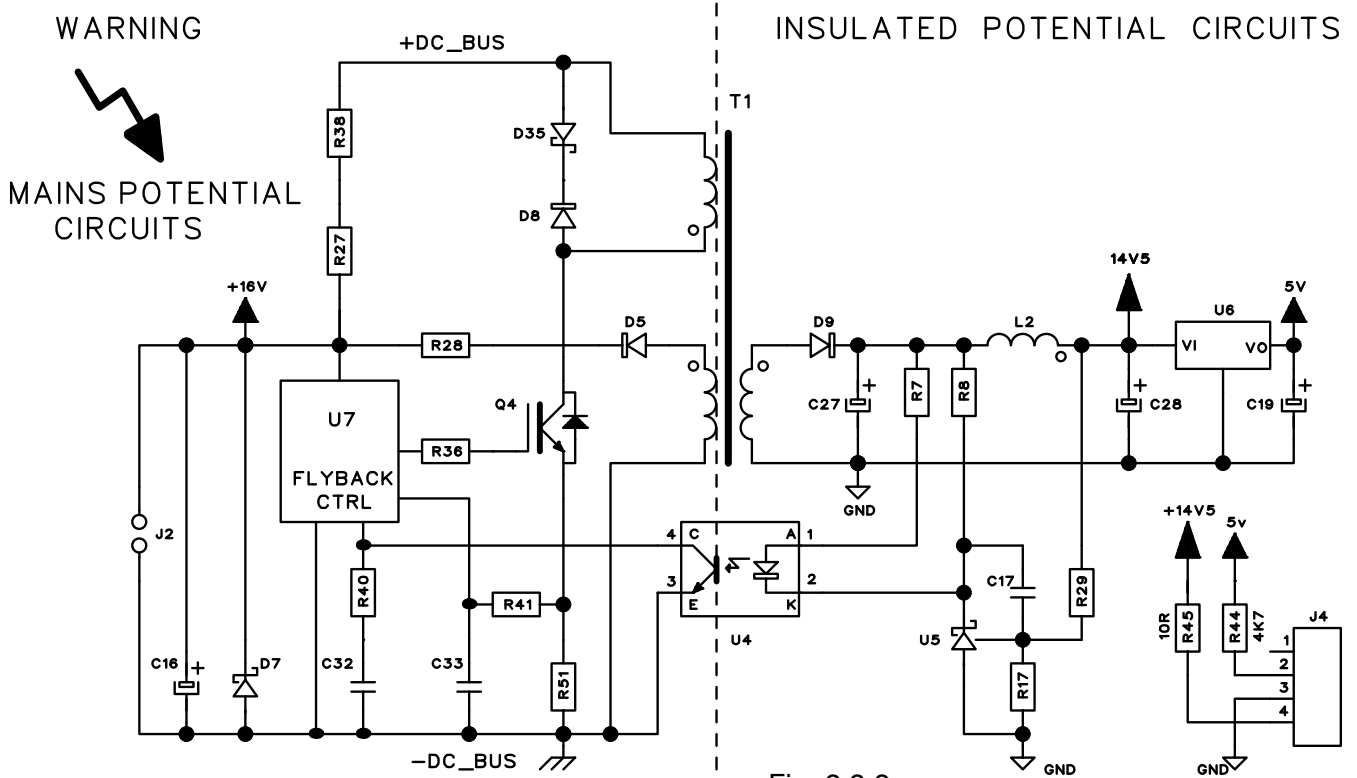

Fig. 2.3.2
Estas tensiones se miden en los conectores J2 y J4, en tarjeta potencia (13), como indicado en Fig. 2.3.2.
- ◆ Si la tensión está ausente, apagar el generador y verificar que no hay una interrupción en las conexiones a la entrada de tarjeta potencia (13) o en la conexión del inductor (10) del boost converter o que los terminales de los condensadores-DC no sean en cortocircuito. Si el caso buscar la fuente del cortocircuito entre los componentes siguientes: boost converter (Q10 ÷ Q12 etc.), circuito flyback (U7, Q4, D8, D35 etc.), condensadores-DC, igbt y diodos del inverter (Q13 ÷ Q20, D24, D25 etc.).
- ◆ Si la tensión se mantiene en 330 Vdc controlar los circuitos del boost converter (U2, Q7, Q10 ÷ Q12, D22, etc.) y la tensión en J2 de tarjeta potencia (13), como indicado en Fig. 2.3.2 (alimentación circuitos flyback y boost converter).
- Tarjeta potencia (13), conector J4, terminales:
como indicado en Fig. 2.3.2 (alimentación circuitos de tarjeta potencia (13)).
- ◆ Individuar los componentes defectuosos en tarjeta potencia (13) basándose en el esquema de Fig. 2.3.2 y Mapa conectores de par. 5.2.
- ◆ Sustituir tarjeta potencia (13).
- Sustituir tarjeta potencia (13).